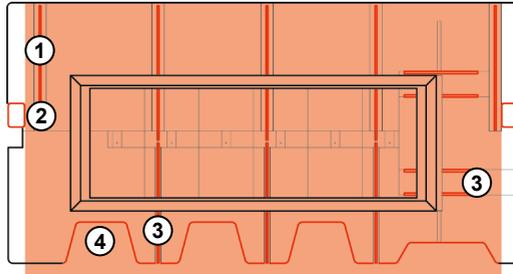

Abb. 13: Arbeitsbereich des Pantographen
**Nicht im Arbeitsbereich des Pantographens (Abb. 13) auf die Tischplatte aufstützen oder in den Tischplattenausnehmungen anlehnen! Die schnellen Bewegungen des Pantographen können bei Kontakt Prellungen, Quetschungen und Scherverletzungen verursachen! (Abb. 14).**